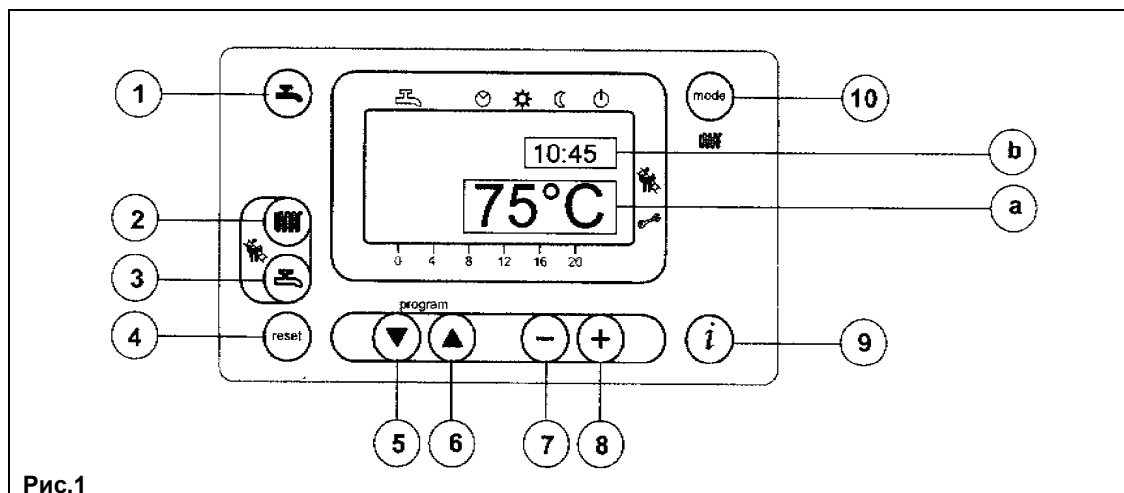

Рис.1
- Для установки значения температуры воды системы отопления нажмите кнопку (поз. 2 Рис. 1);
- нажмите одну из кнопок (поз. 1 или 10 Рис. 1) для запоминания значения и возврата в основное меню.
- Для установки максимального значения температуры воды системы ГВС нажмите кнопку (поз. 3 Рис. 1);
На основном дисплее (Рис. 1а) одновременно с кодом неисправности высвечивается символ  (Рис. 4).
На дополнительном дисплее (Рис. 1б) индикация неисправности происходит при помощи попеременно сменяющих друг друга кода неисправности и значения времени. В данном случае перезапуск котла возможен только после устранения причины неисправности.